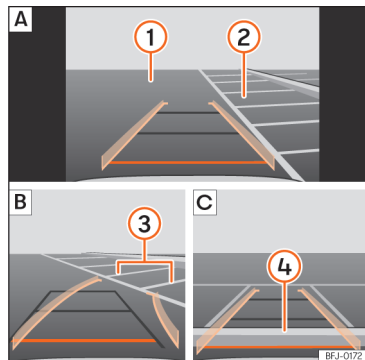

Abb. 167 Anzeige auf dem Bildschirm des Infotainment-Systems: Einparken mit dem Rückfahrasistenten.
Legende zur » (Abb. 167):
- Bringen Sie das Fahrzeug vor die Parklücke >>> **(Abb. 167) ② A**.
- Fahren Sie rückwärts und drehen Sie das Lenkrad so, dass die gelben Linien in die Parklücke weisen. Die grünen und gelben Linien müssen mit den seitlichen Begrenzungslinien übereinstimmen **③ B**.
- Halten Sie das Fahrzeug an, wenn die rote Linie die hintere Begrenzung erreicht hat **④ C**.